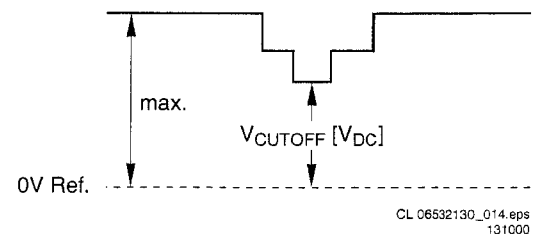

Abbildung 8-2
9. Den Sperrpunktimpuls während der ersten vollen Zeile nach der Dunkeltastung messen (siehe Abb. 8-2). Es sind zwei Impulse sichtbar: der Sperrpunktimpuls und der Weißabgleichsimpuls. Der Impuls mit dem niedrigsten Wert ist der Sperrpunktimpuls. Er muss ausgewählt werden.